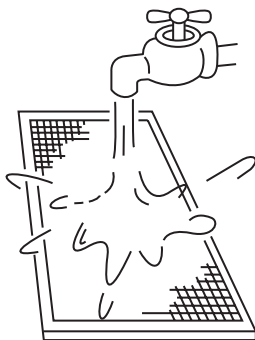

fig. 9-4
- Il lato di ingresso dell'aria deve trovarsi verso il basso quando si usa l'acqua. (Vedi *fig. 9-4*)